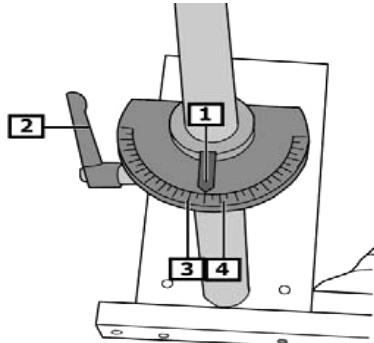

Fig. 6:
- **Fig. 6** Lagerbockeinstellung, rechte Seite, Feststellhebel (2) lösen. Zeiger (1) auf 10° rechts (4) stellen. Feststellhebel festdrehen (2).
- **Fig. 6** Lagerbockeinstellung, linke Seite, Feststellhebel (2) lösen. Zeiger (1) auf 10° (3) links stellen. Feststellhebel (2) festdrehen.
- **Fig. 6** Bearing mount setting, right side, loosen locking lever (2). Set pointer (1) to 10° right (4). Tighten locking lever (2).
- **Fig. 6** Bearing mount setting, left side, loosen locking lever (2). Set pointer (1) to 10° left (3). Tighten locking lever (2).
- **Fig. 6** Réglage de support de palier, côté droit, desserrer le levier de blocage (2). Régler l'index (1) sur 10° à droite (4). Bloquer le levier de blocage (2) en le faisant tourner.
- **Fig. 6** Réglage de support de palier, côté gauche, desserrer le levier de blocage (2). Régler l'index (1) sur 10° à gauche (3). Bloquer le levier de blocage (2) en le faisant tourner.
- **Fig. 6** Ajuste del soporte del cojinete, lado derecho; soltar la palanca de bloqueo (2). Colocar el indicador (1) a 10° hacia la derecha (4). Fijar la palanca de bloqueo (2).
- **Fig. 6** Ajuste del soporte del cojinete, lado izquierdo; soltar la palanca de bloqueo (2). Colocar el indicador (1) a 10° hacia la izquierda (3). Fijar la palanca de bloqueo (2).